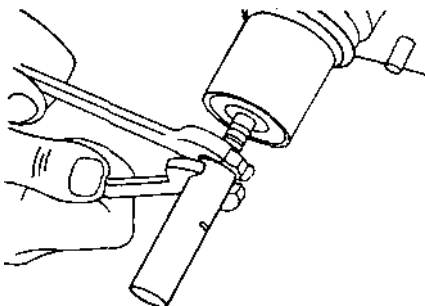

Рис. 7.23.
- снять защитный чехол, пружинный фиксатор и толкатель (рис. 7.23);